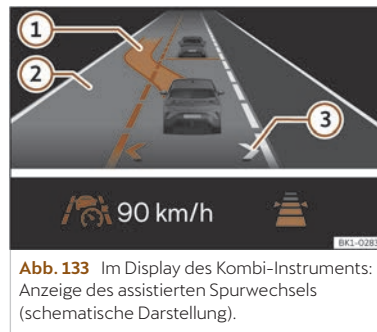

Abb. 133 Im Display des Kombi-Instruments: Anzeige des assistierten Spurwechsels (schematische Darstellung).
Dadurch wird der assistierter Spurwechsel aktiviert. Die Pfeile der eigenen Fahrspur werden im Display des Kombi-Instruments in Grau angezeigt >>> (Abb. 133) ②
Hat das System keine Objekte im Erfassungsfeld der Sensorik erkannt und ist ein assistierter Spurwechsel auf eine benachbarte Spur möglich, wird die entsprechende Spur im Display des Kombi-Instruments neben der eigenen Spur angezeigt. Der Pfeil auf der entsprechenden Seite der Fahrspur wird in Weiß angezeigt >>> (Abb. 133) ②.